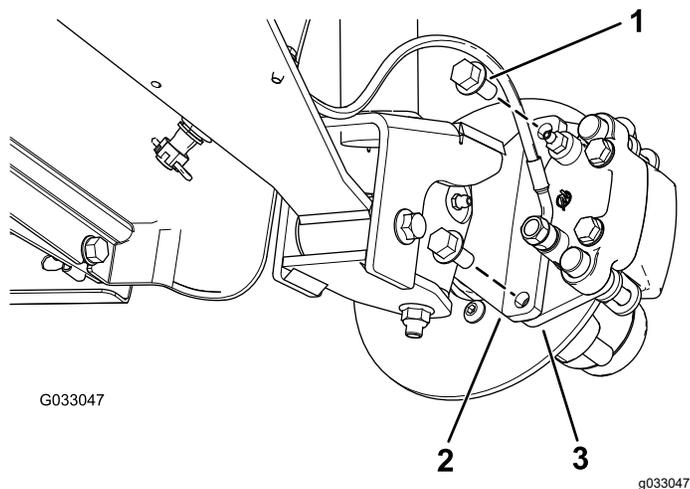
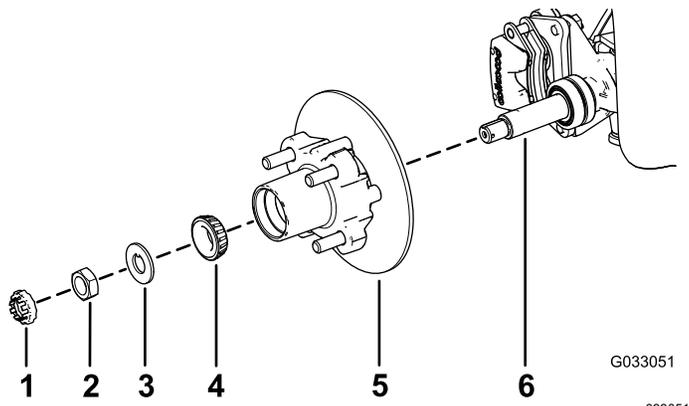

图 30
图 34
3. 卸下将制动器总成支架固定到主轴的凸缘头螺栓 $\frac{3}{8} \times \frac{3}{4}$ 英寸将制动器与主轴分开图30。
- 在主轴上涂上薄薄一层指定润滑脂图 34。
- 将轮毂和转子组装到带内转子的主轴上图 34。
- 将外置轴承组装到主轴上并将轴承放置到外置座圈内图 34。
- 将止动垫圈组装到主轴上图 34。
- 将主轴螺母拧到主轴上上紧螺母扭矩至 15N·m 同时旋转轮毂将轴承调整到位图 34。
- 将刹车踏板与转子的任意一侧对齐图 30 将制动盘托盘中的孔与主轴机架的制动器安装架中的孔对齐图 34。
- 用 2 个凸缘头螺栓 $\frac{3}{8} \times \frac{3}{4}$ 英寸将卡钳支架固定到主轴机架上图 30。